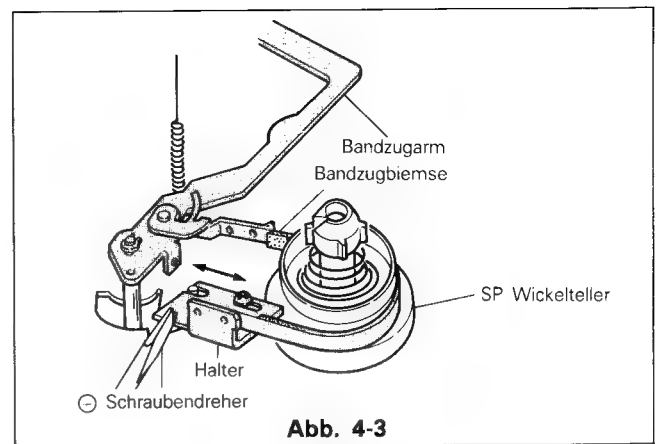

Abb. 4-3
3. Mit der Veränderung der Lage des Halters, siehe Abb. 4-3, kann die richtige Position des Bandzugshebels eingestellt werden.